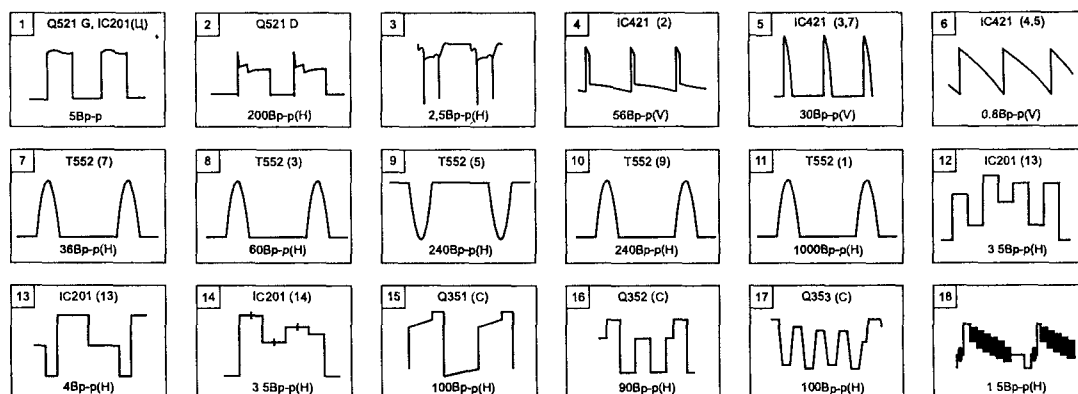

Рис. 1.13. Осциллограммы сигналов в контрольных точках схемы
✦ Если видеосигналы амплитудой около 1 В на выв. 12, 13, 14 IC201 (рис. 1.13, осц. 12-14) отсутствуют — заменяют микросхему.
- ✦ Проверяют цепь прохождения видеосигнала отсутствующего цвета (например R): выв. 14 IC201 (рис. 1.13, осц. 14) → конт. 5 CNOOT → Q352 → L352 → конт. 7 SK351. Определяют и заменяют неисправный элемент.
- ✦ Проверяют наличие указанных сигналов амплитудой не менее 4 В на выв. 1, 2 IC701 (рис. 1.13, осц. 1). Если их нет или амплитуда сигналов мала, проверяют их наличие на входах инверторов Q703, Q702 и работу инверторов. Устраняют неисправность.
- ✦ Проверяют наличие импульсов запуска строчной развертки на выв. 4 IC201 (рис. 1.13, осц. 1). Если их нет, проверяют наличие напряжения +8 В на выв. 3 IC201, исправность элементов C503—C506, R502—R505. Если они исправны — заменяют IC201.
- ✦ Если нет сигнала на коллекторе Q522 (рис. 1.13, осц. 11), проверяют цепь: выв. 4 IC201 → Q521 → T521 → Q522. Возможен обрыв в цепи +115 В: L941 → R950 → обмотка 2-1 T552 → коллектор Q552. Если сигнал есть, то неисправен ТДКС T522.
- ◆ Если есть пилообразные импульсы на выв. 4, 5 IC421 (рис. 1.13, осц. 6), а выходной сигнал на выв. 2 (рис. 1.13, осц. 4) отсутствует, проверяют следующие элементы: D422, K421, кадровые катушки ОС, C435, R432, R433. Если они исправны — заменяют микросхему.
- ◆ Проверяют резисторы R402, R403, на выв. 54 IC201 должен быть сигнал в соответствии с осц. 6 (см. рис. 1.13). Если все в норме — неисправна IC201.